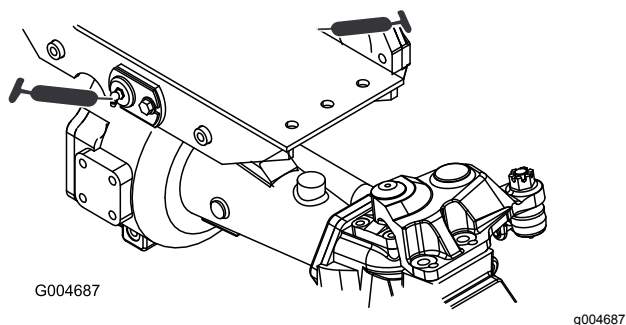

Figure 61
- Bagues de pivot d'essieux avant et arrière (2) (Figure 61)